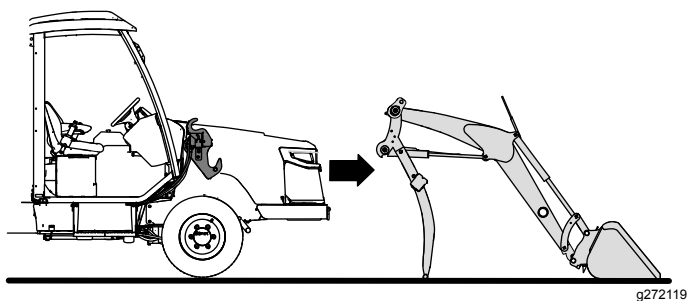

Figura 50
2. Arranque el motor y acerque la máquina lentamente a los brazos de carga (Figura 50).